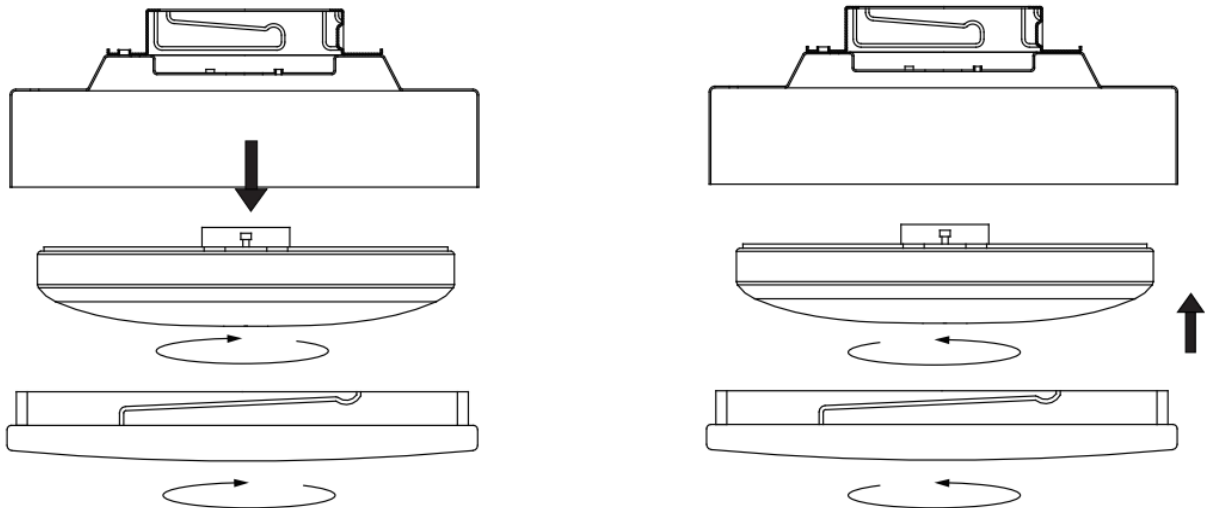

Fig. 7
**INSTALACIÓN DE LA BOMBILLA (Fig. 7)**